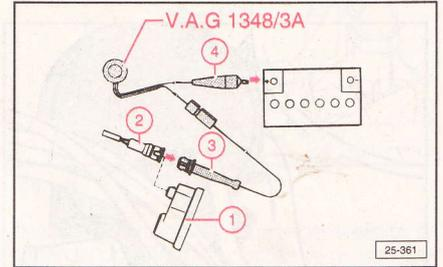

Fig. 4.52
- Conectar el telemando V.A.G 1348/3A tal y como se describe a continuación (Fig. 4.52):